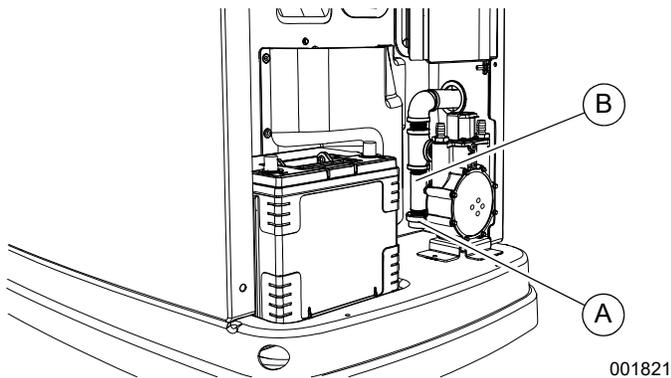

Figure 4-13. Nettoyage du piège à sédiments
3. Voir la Figure 4-13. Dévissez le capuchon (A) puis retirez-le.